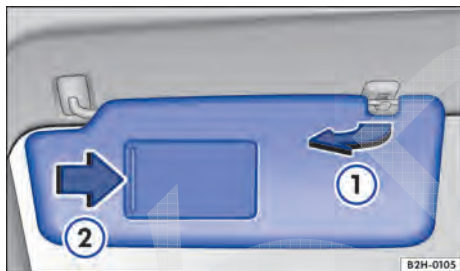

Fig. 74 No revestimento do teto: para-sol.
- Retirar do suporte e girar na direção das portas ⇒ Fig. 74 ①.